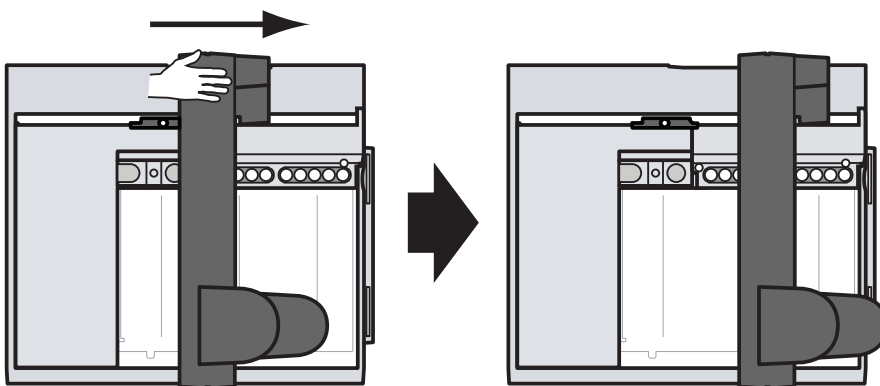

图 7 朝着样品盘安装支架滑动台架
- 4 按照图 7 所示将手放在台架上并朝着样品盘安装支架轻轻地推动台架，直到其余的运输夹具露出来为止。